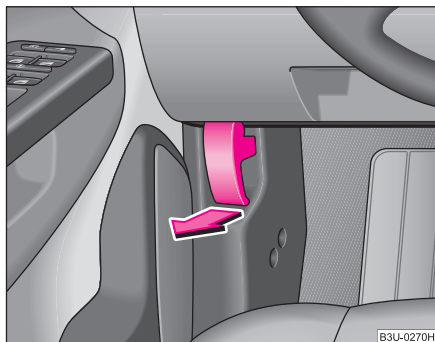

Fig. 168 Maneta de deblocare a capotei motorului
- Trageți maneta de deblocare de sub bord, pe partea conducătorului ⇒ fig. 168.
- Deblocați capota motorului ⇒ fig. 168.